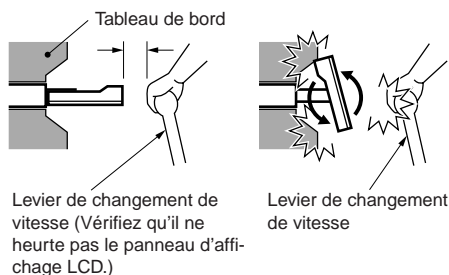

Figure 2
2. Ce modèle s'utilise avec l'écran LCD glissé vers l'avant (système de chargement en coquille). Sur certains types de voiture, il peut arriver que l'écran LCD heurte le tableau de bord ou le levier de changement de vitesse, auquel cas l'appareil ne pourra pas être installé. Vérifiez que l'appareil ne gêne pas le mouvement du levier de changement de vitesses lors du choix de l'emplacement d'installation. (Figure 2)